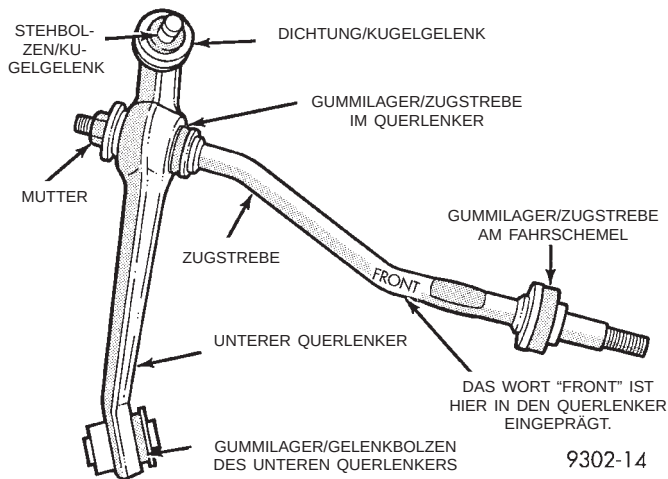

Abb. 43 Unterer Querlenker und Zugstrebe
(8) Querlenker und Zugstrebe (Abb. 43) auf Verbiegung prüfen. Alle Gummilager auf Anzeichen von